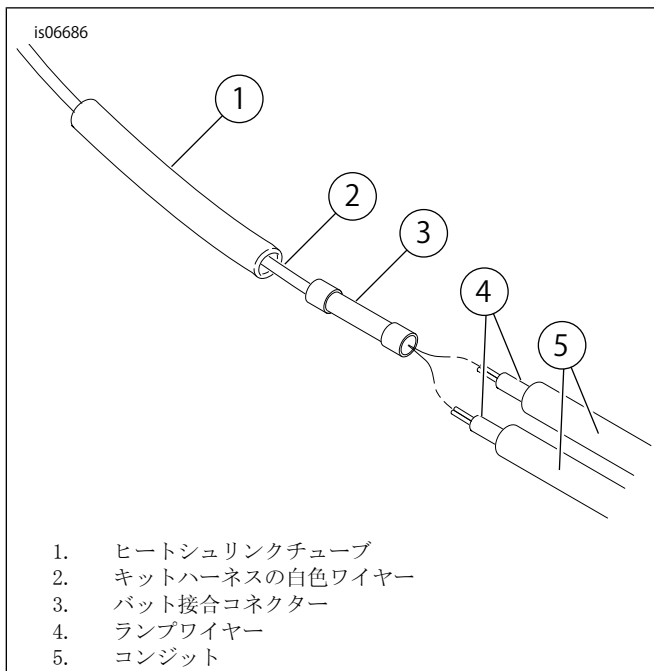
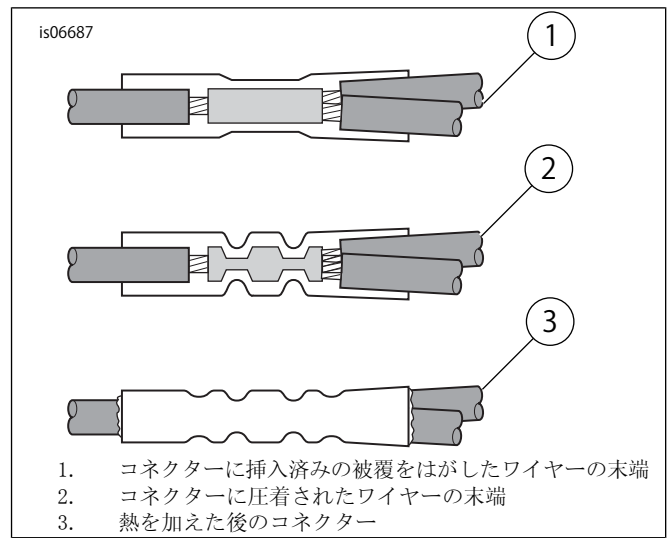

図8。ランプワイヤーのキットハーネスへの接続
図9。シール付きバット接合コネクタの取り付け
21. 図8、および図9、ならびにサービスマニュアルの密閉接合コネクタのセクションを参照してください。ヒートシュリンクチューブ(1)をキットのハーネスの白色ワイヤー(2)の上にスライドさせ、クリンプツール(部品番号:H-D38125-8)を使いワイヤーを電子コネクタ(3)に圧着します。